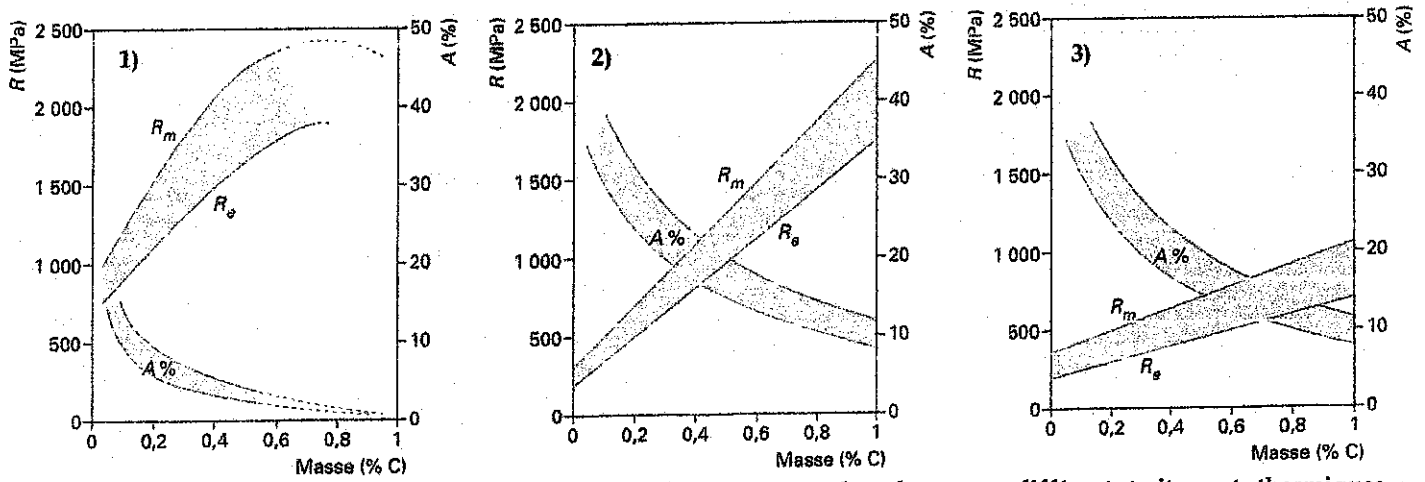

Figure 6 : Evolution des propriétés en traction en fonction du pourcentage de carbone pour différents traitements thermiques.
3. Les trois courbes de la figure 6 représentent l'évolution des propriétés en traction en fonction du pourcentage de carbone et, ce, pour trois traitements thermiques différents. A partir de vos connaissances en métallurgie, expliquer et commenter les trois courbes notées 1), 2) et 3) de la Figure 6. Attribuer chaque figure au traitement thermique (recuit, trempe, trempe + revenu) associé. Vous rappellerez leurs définitions.